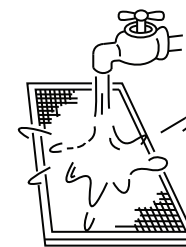

Fig. 5.4
- Le côté d'entrée d'air doit être face vers le bas lors de l'utilisation d'eau. (Voir **Fig. 5.4**)